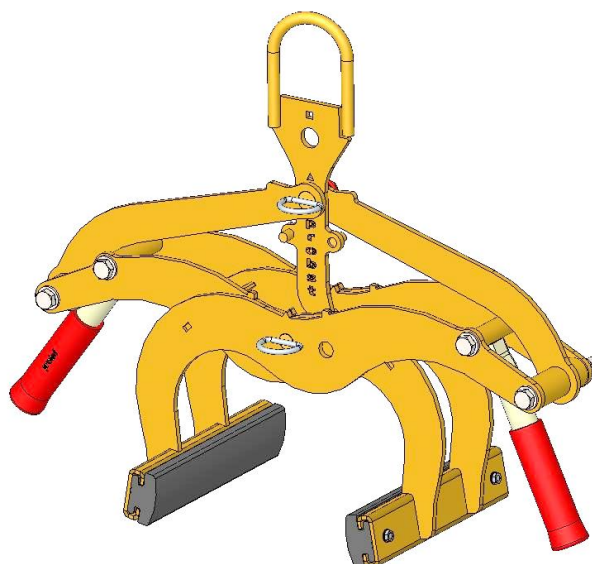
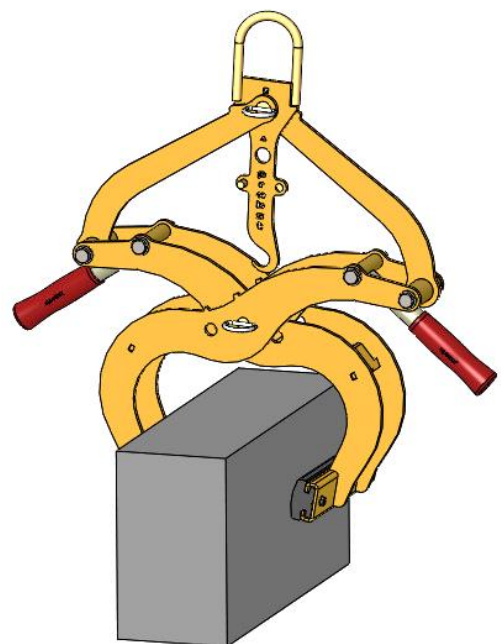

Abb.2
Abb.3
- Für diesen Greifbereich müssen die Dreieck ▲-Kennzeichnungen an den Greifarmen (in der Mitte des Gerätes) **deckungsgleich** sein (Abb. 2) und am *Verriegelungshaken* (2) muss die Dreieck ▲-Kennzeichnung über dem *Steckbolzen mit Klappsplint* (7) positioniert werden (Abb. 3).
- Um die Greifbereichseinstellung vorzunehmen, wird der Steckbolzen mit Klappsplint (6) bzw. der Steckbolzen mit Klappsplint (7) entfernt.
- Nachdem der Greifbereich eingestellt wurde, muss das Gerät wieder mit dem Steckbolzen mit Klappsplint (7) bzw. mit Sicherheitsbolzen (6) gesichert werden.
- Für diesen Greifbereich müssen die Viereck ■-Kennzeichnungen an den Greifarmen (in der Mitte des Gerätes) **deckungsgleich** sein (Abb. 2) und am *Verriegelungshaken* (2) muss die Viereck ■-Kennzeichnung über dem *Steckbolzen mit Klappsplint* (7) positioniert werden (Abb. 3).
- Um die Greifbereichseinstellung vorzunehmen, wird der Sicherheitsbolzen (6) sowie der Steckbolzen mit Klappsplint (7) entfernt.